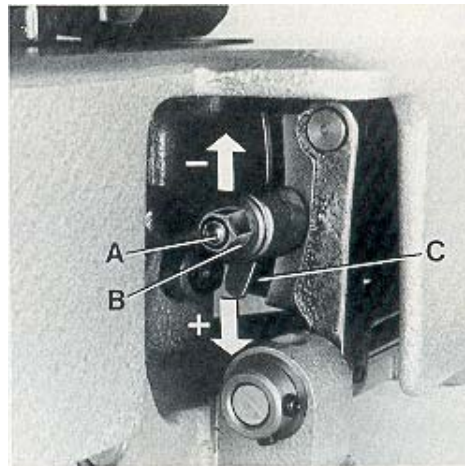

Fig. 27
The length of the stitch can be adjusted by raising or lowering stud (A, Fig. 27) in the segment slot of feed rocker (C) located at the rear of machine below the cloth plate. Lowering stud (A) will lengthen the stitch, raising the stud will shorten the stitch. After loosening nut (B), stud (A) can be moved accordingly. When the desired stitch length is obtained, retighten nut (B).
El largo de la puntada se ajusta subiendo o bajando el perno (A, Fig. 27) en la ranura del marco del transportador (C) ubicado en la parte posterior de la máquina debajo de la plancha de aguja. Bajando el perno (A) alarga la puntada, subiendo el perno acorta la puntada. Después de aflojar la tuerca (B) se puede mover el perno (A) adecuadamente. Apriete la tuerca (B) otra vez después de haber fijado el largo de la puntada.